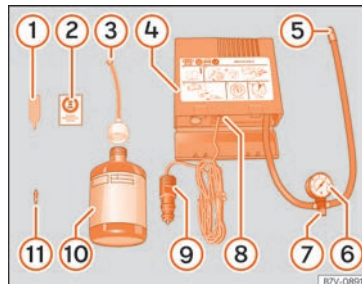

Abb. 100 Prinzipdarstellung: Bestandteile des Pannensets
Das Pannenset befindet sich im Gepäckraum unter dem Bodenbelag. Es besteht aus folgenden Bestandteilen » **Abb. 100:**
Den Reifenfüllschlauch » Abb. 100 ⑤ wieder anschließen und den Reifenfülldruck an der Reifenfülldruckanzeige ⑥ ablesen.